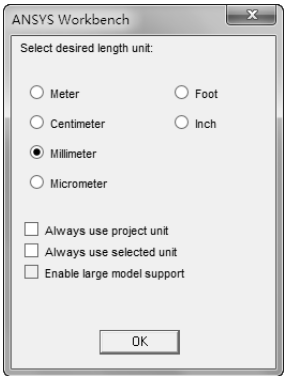

图 9-9 【ANSYS Workbench】对话框
- 3) 双击项目 A 中的 A2 栏的【Geometry】项，此时会进入到 DesignModeler 界面，并弹出【ANSYS Workbench】对话框，选择【Millimeter】单选按钮设置 mm 单位，如图 9-9 所示。